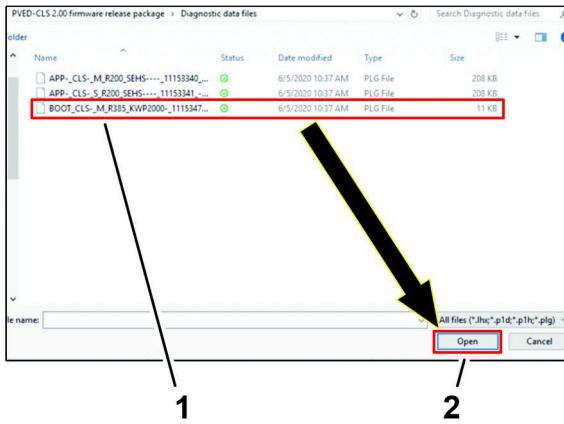

Bild 57
5. Klicken Sie auf die Datei BOOT\_-\_CLS\_M\_R385\_KWP2000\_1115347..., und klicken Sie auf das Symbol ÖFFNEN (Bild 57).